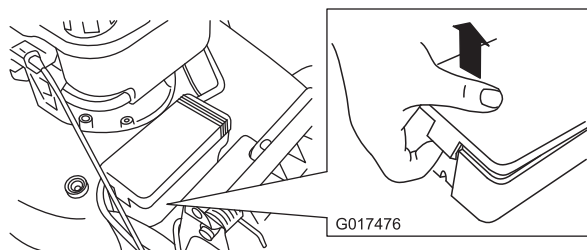

Figura 41
2. Desenganche ambos extremos de la tapa de la batería y retírela (Figura 41).